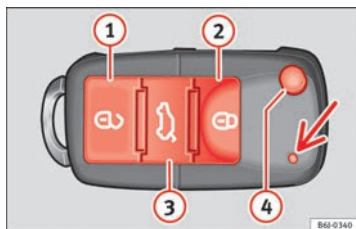

Fig. 59 Teclas de la llave con mando a distancia.
Con la tecla 4 ⇒ fig. 59 del mando, se desbloquea el espadín de la llave.
Desbloqueo del vehículo ⇒ fig. 59 1.
Bloqueo del vehículo ⇒ fig. 59 2.
Desbloqueo del portón trasero. Pulse la tecla ⇒ fig. 59 3 hasta que todos los intermitentes del vehículo parpadeen brevemente. Al pulsar la tecla de desbloqueo 3, dispone de 2 minutos para abrir el portón. Una vez transcurrido este tiempo se bloqueará de nuevo.
Además, el testigo de la pila de la llave ⇒ fig. 59 (flecha), parpadea.
Pulsando una vez la tecla ⇒ fig. 59 1, se abrirá sólo la puerta del conductor, permaneciendo el resto cerradas.
Pulsando dos veces la tecla ⇒ fig. 59 1, se desbloquearán todas las puertas.
- Pulse la tecla  ⇒ fig. 59 del mando a distancia.